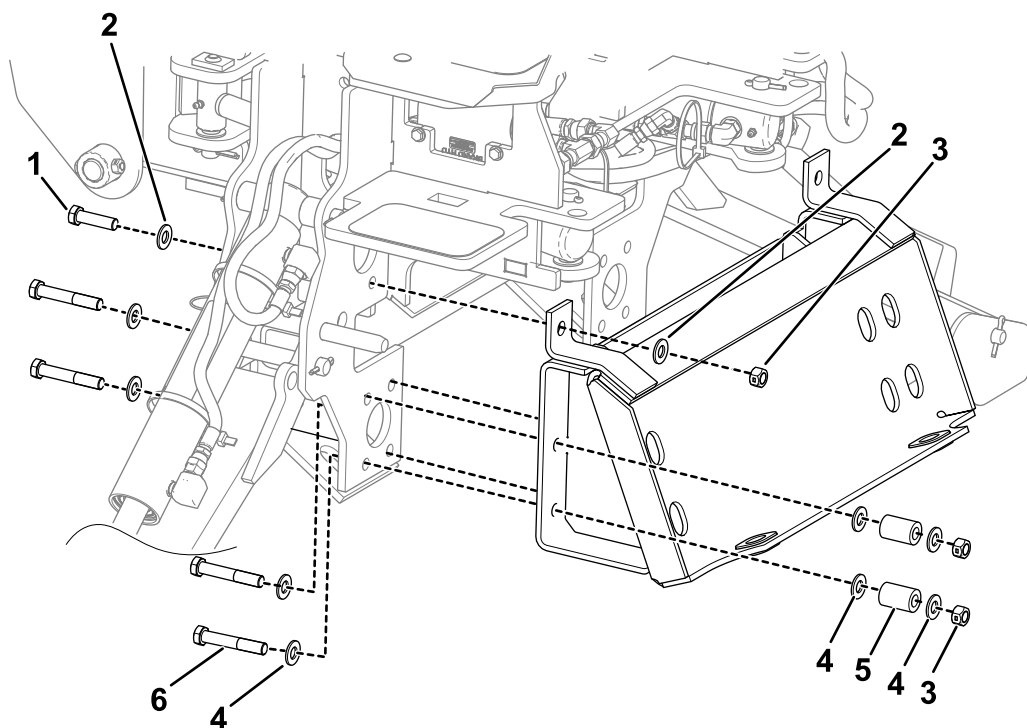

Figura 9
1. Instale la placa de acoplamiento rápido en la retroexcavadora con 2 pernos pequeños, 4 arandelas pequeñas, 8 pernos grandes, 24 arandelas grandes, 8 espaciadores y 10 tuercas (Figura 9). Apriete los pernos a entre 94 y 102 N·m.